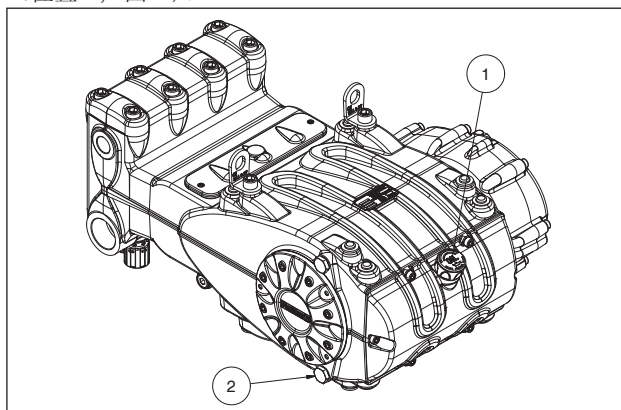

图 1
排油时必须拆除注油塞（位置①，图 1），接着拆除排油塞（位置②，图 1）。